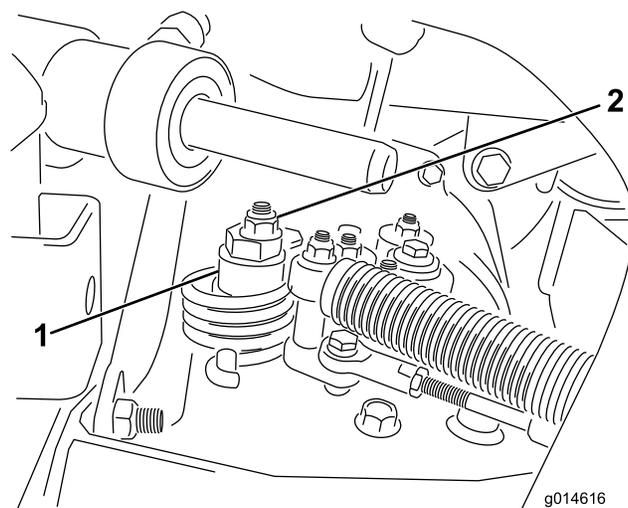

図 38
- 偏芯ナットをハイドロスタット上部に止めているナットをゆるめる 図 38。
- どちらにも車輪が回らないように偏芯ナットを回して調整する。調整ができれば固定ナットを締める 図 38。スロットル低速 および高速位置で調整が正しいことを確認する。